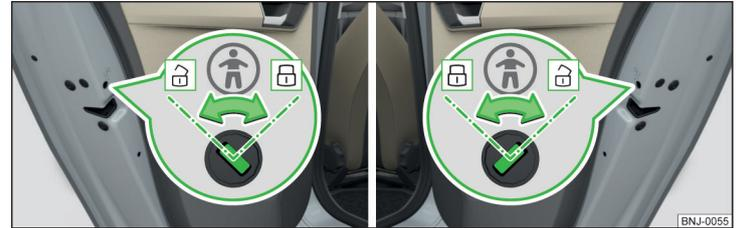

Abb. 39 Hintertür: links/rechts
**Kindersicherung ein- und ausschalten** » Abb. 39